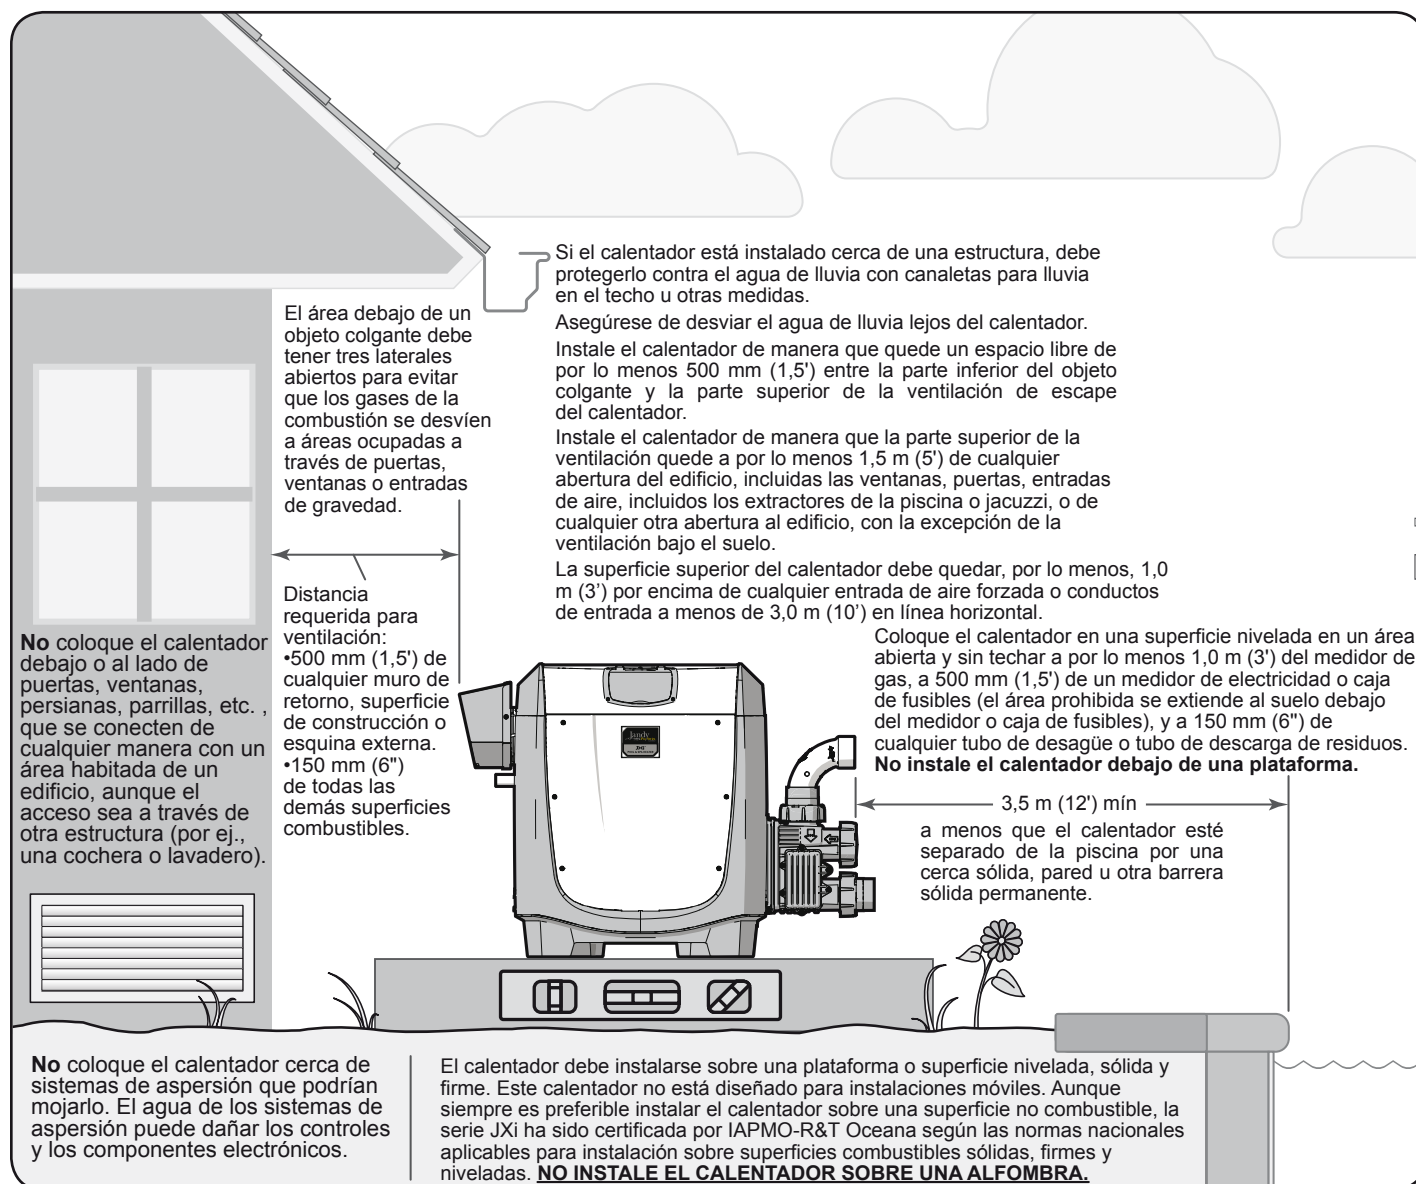

Figura 3. Requerimientos en cuanto a la ubicación
*Ver Figura 3 para más detalles.